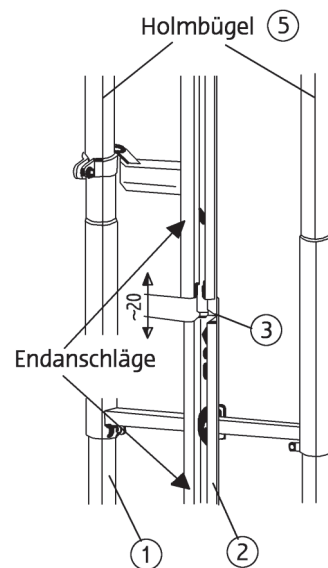

Abb. 1: Fangstift, Gelenkpunkt
Einschwenkbare Einstiegshilfe auf das Fallschutzschieneende voll aufsetzen, Fangstift (3) muss eingerastet sein (ähnlich Abb.1). Rohrschellenhälften (4 und 6) trennen. Beide Gelenkpunkte (Abb.2) der gelagerten Rohrschellenhälften (4) gegen den Holmbügel (5) drücken. Rohrschellenhälften (4) so ausrichten, dass diese am oberen Anschlagpunkt anliegen (Abb. 2). Nun Rohrschellenhälften (6) in Position bringen und mit Schrauben (7), U-Scheiben und Muttern (8) leicht anschrauben.
2.1 Die einschwenkbare Einstiegshilfe ist so auszurichten, dass die Anlagelasche (9) spannungsfrei am zweiten Holmbügel anliegt. Rohrschellen festschrauben (Anzugsmoment 30 Nm).
Danach sollte sich die einschwenkbare Einstieghilfe leicht um ca. 20 mm anheben und schwenken lassen (Abb.1). Sollte dies nicht der Fall sein, so muss die starre Fallschutzschiene (2) oder die Gelenkpunkte (Abb.2) nachgerichtet werden, bis Fangstift (3) leicht ausrastet.
2.3 Es sind an den Fallschutzschienen am oberen und unteren Ende sowie an jeder Ausnehmung und Unterbrechung (auch bei Verwendung der einschwenkbaren Einstieghilfe) Endanschlüsse zu montieren. Montieren Sie deshalb auch an der starren Fallschutzschiene einen Endanschlag unterhalb der obersten Sprosse nach spezieller Montageanleitung (siehe Abb.1).